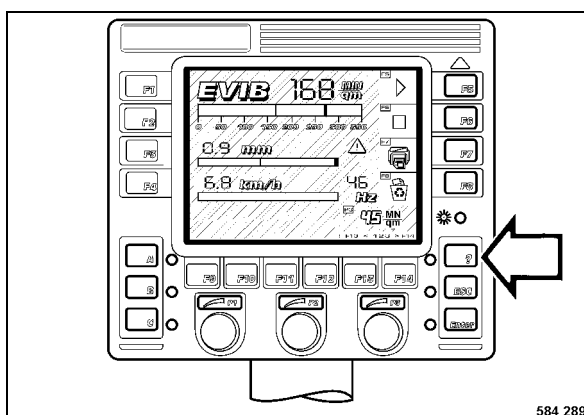

Fig. 189
- Pulsar la tecla con "⋮" (menú) (Fig. 189).